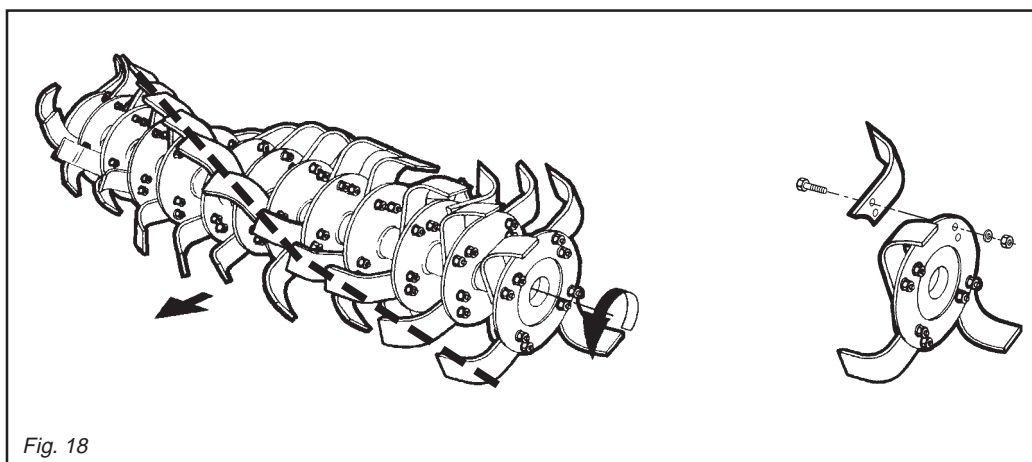

Fig. 18
Le zappette con cui viene equipaggiata la zappatrice sono adatte per la lavorazione su terreni di normale conformazione. Controllare giornalmente la loro usura o integrità. Qualora durante il lavoro dovessero per cause accidentali piegarsi (o rompersi) è necessario sostituirle immediatamente avendo l'accortezza di rimontare la nuova zappetta nella identica posizione di quella da sostituire (Fig. 18). Se fosse necessario sostituire più zappette, è consigliabile effettuare le operazioni di smontaggio e montaggio, sempre una zappetta alla volta, per evitare così errori di posizione.
**I bulloni che fissano le zappette devono avere la testa dalla parte delle zappette e il dado con relativa rondella dalla parte della flangia (Fig. 18). Rispettare i valori delle coppie di serraggio come indicato in tabella pag. 28.**
Se si devono sostituire le zappette, fare attenzione che le nuove assumano la posizione di quelle smontate (Fig. 18).
Remember to mount the new hoe blade in exactly the same position as the old one (Fig. 18). If several hoe blades must be replaced, it is advisable to remove and assemble one hoe blade at a time in order to prevent positioning errors.
**The heads of the bolts fixing the hoe blades in place must be on the side of the hoe blades themselves, while the nut with relative washer must be on the flange side (Fig. 18).**
If the hoe blades must be changed, remember to set the new blades in the same positions as the demounted ones (Fig. 18).
Die Hackmesser, mit der die Hackfräse ausgerüstet wird, eignen sich zur Bearbeitung von Boden mit normaler Beschaffenheit. Sie sind täglich auf ihre Unversehrtheit und ihren Verschleiß-zustand zu prüfen. Sollten sie bei der Arbeit verbiegen oder zu Bruch gehen, müssen sie sofort ersetzt werden. Dabei ist zu beachten, daß man das neue Hackmesser an der gleichen Stelle montiert, an der sich das beschädigte befand (Abb. 18). Sollten gleich mehrere Hackmesser zu ersetzen sein, sollte man jeweils ein Hackmesser ein- und ausbauen, um eine falsche Einbau-position zu vermeiden.
**Die Schrauben, mit denen man die Hackmesser befestigt, müssen den Kopf auf der Seite des Hackmessers und die Mutter mit der Unterlegscheibe auf der Flanschseite haben (Abb. 18) Die Werte des Abzugsmoments beachten, das in der Tabelle auf Seite 28 angegeben ist.**
Wenn man die Hackmesser ersetzen muß, darauf achten, daß die neuen in der Position der ersetzten am Hackstern angebracht werden (Abb. 18).
Les couteaux montés sur la houe sont indiqués pour travailler les sols ordinaires. Contrôlez tous les jours leur usure et intégrité. Lorsqu'ils se plient (ou se cassent) pendant le travail il faut les remplacer aussitôt. Le nouveau couteau devra être monté exactement dans la position de celui à remplacer (Fig. 18). S'il faut remplacer plusieurs couteaux, démontez et montez toujours un couteau à la fois, pour éviter des erreurs de position. Les houes rotatives sont normalement équipées de 4 couteaux par flasque. Cependant, quand le terrain est sec, vous pouvez monter 6 couteaux par flasque.
**Les boulons de fixation des couteaux doivent avoir la tête côté couteau et l'écrou avec la rondelle côté flasque (Fig. 18).**
**Respecter les valeurs des couples de serrage, voir tableau à la page 28. En cas de remplacement des couteaux, veillez surtout à ce que les nouveaux couteaux occupent les positions de ceux démontés (Fig. 18).**
Las azadillas que presenta la máquina son idóneas para trabajar sobre terrenos de normal conformación. Controlar todos los días su buen estado y eventual desgaste. Si durante el trabajo por eventuales accidentes se doblan o rompen es necesario sustituirlas inmediatamente prestando atención de montar la nueva azadilla en la idéntica posición de la precedente (Fig. 18). Si es necesario sustituir varias azadillas aconsejamos efectuar las operaciones de desmontaje y montaje siempre una azadilla a la vez, para evitar errores de posición. Las binadoras presentan de serie 4 azadillas por brida. Es posible sin embargo cuando el terreno es seco, montar 6 azadillas por brida. **Los bulones que fijan las azadillas deben tener la cabeza de la parte de las azadillas y la tuerca con la relativa arandela de la parte de la brida (Fig. 18).**
**Respetar los valores de los pares de torsión según lo indicado en las tablas de pag. 28.** Cuando sustituimos azadillas respetar la posición de las azadillas desmontadas (Fig. 18).